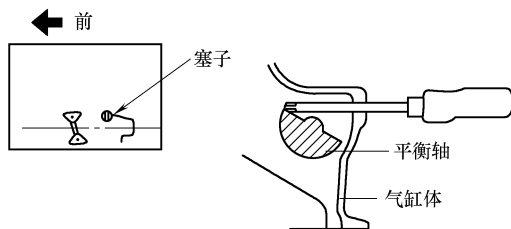

图 31-52 固定平衡轴
6) 拆卸机油泵轮螺母时先将气缸体左侧塞头拆除后使用直径 8mm 螺钉旋具插入 60mm 以上, 如图 31-52 所示, 以便固定左侧平衡轴。